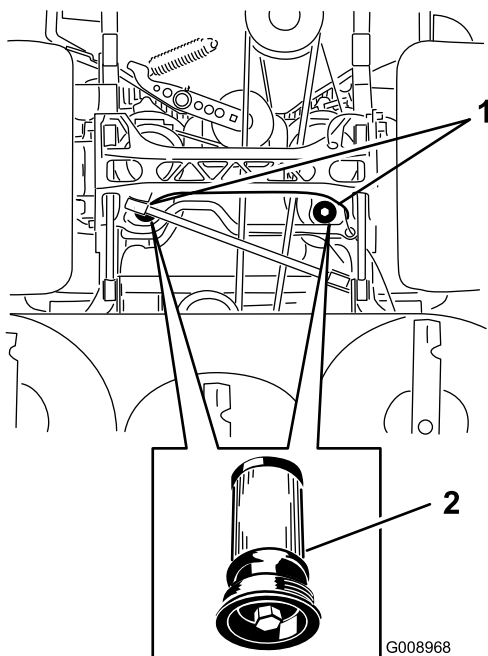

Figura 83
5. Collocate una bacinella di spurgo sotto il filtro, tolgiate il filtro usato e pulite la superficie (Figura 83).
6. Spalmate un velo di olio idraulico sulla guarnizione di gomma del filtro di ricambio (Figura 83).